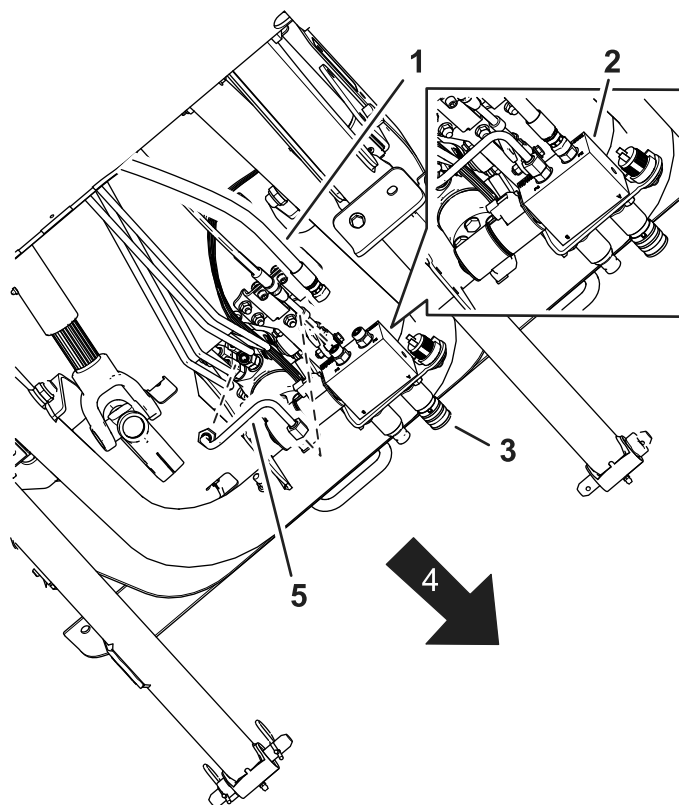

Рисунок 4
- 6. Подсоедините гидравлическую трубку к клапану рулевого управления, от которого был отсоединен шланг (Рисунок 4).
- 7. Подсоедините гидравлическую трубку к коллектору, как показано на Рисунок 4.
- 8. Подсоедините гидравлический шланг к коллектору, как показано на Рисунок 4.